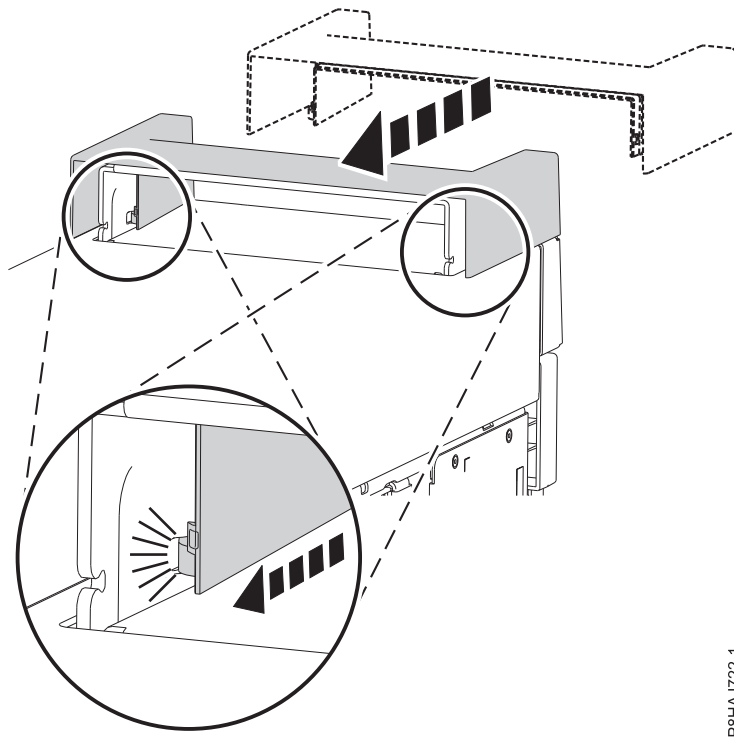

Abbildung 106. Griffabdeckung bei einem eigenständigen System vom Typ 8286-41A befestigen
1. Befestigen Sie die Griffabdeckung an der internen RDX-Andockstation (FC EUA3), indem Sie sie in Richtung der Rückseite des Systems schieben. Siehe Abb. 106.